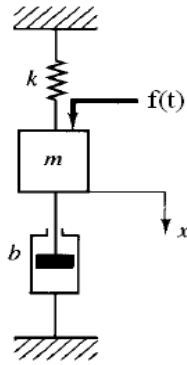

Fig.2. Système mécanique en vibration
On considère le système mécanique donné par (Fig.2). L'application d'une force $f(t)$ (entrée du système) sur le système provoque des oscillations de la masse m suivant la direction $x(t)$ (la sortie du système). Le système est constitué, en plus de la masse m , d'un ressort de raideur k et d'un amortisseur de coefficient b .
- a. Déterminer la fonction de transfert du système mécanique donné par Fig.2